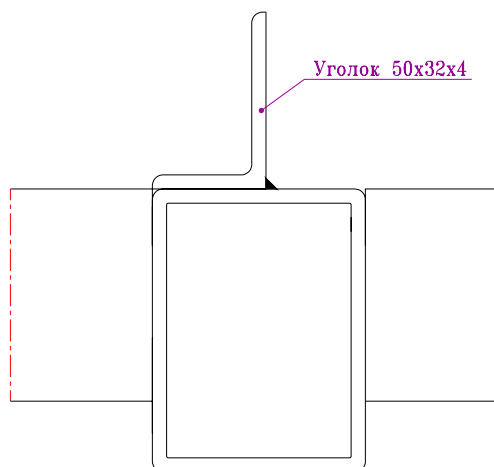
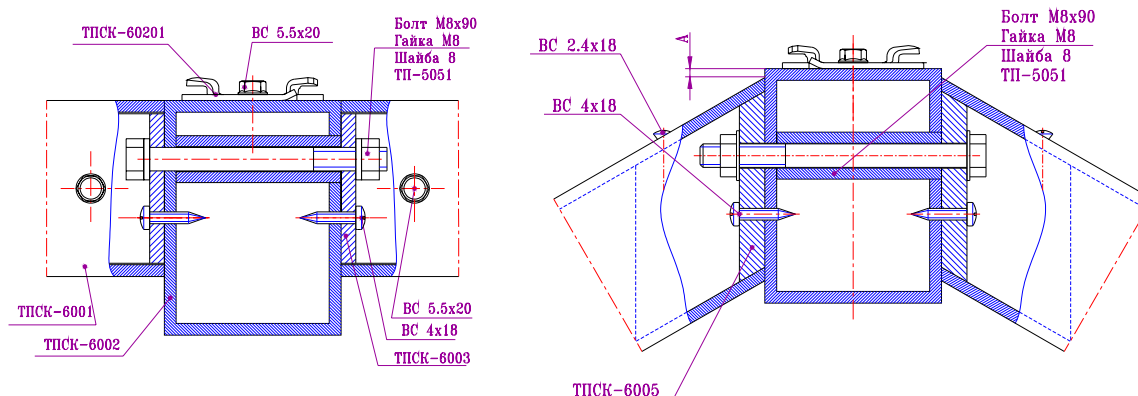

Рис.9-4 Крепление уголка 50х32х4
Рис.9-5 Крепление элементов каркаса
- Монтаж стального, предварительно собранного, каркаса. На наружную плоскость стоек и ригелей каркаса с помощью самонарезающих винтов ВС 5.5x20 с шагом 300мм устанавливаются монтажные скобы ТПСК-60201 (рис.9-4). Для куполов и арок вместо монтажных скоб на каркасе должны быть приварены стальные уголки 50х32х4 длиной 100мм с шагом 300...400мм (рис.9-5). Соответствующими грузоподъемными механизмами каркас поднимается на рабочую отметку и после выверки по уровню закрепляется к заранее установленным закладным здания сваркой или с помощью винтовых соединений. При необходимости под опоры стоек каркаса подкладываются регулировочные пластины.
- Монтаж алюминиевого каркаса производится на подготовленной заранее площадке. Элементы каркаса собираются на закладных деталях с помощью винтовых соединений (рис.9-5).